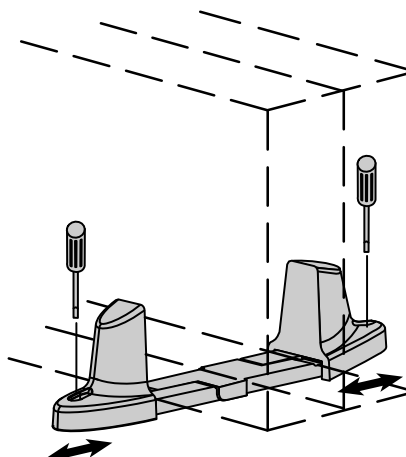

Рисунок 15. Вертикальное положение для двух шкафов
- 7. Осторожно установите шкаф вертикально, индикаторами ИБП в верхней части, и установите основания (см. Рисунок 15).**